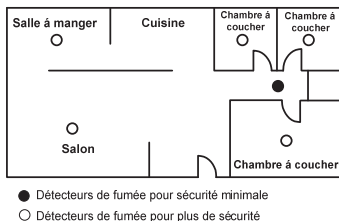

Figure 1 : Emplacements des détecteurs de fumée pour une résidence unique ayant seulement une chambre
- ◆ Installer un détecteur de fumée et de chaleur dans le couloir en dehors de chaque zone séparée de chambres, comme indiqué en figure 1. Deux détecteurs sont nécessaires dans les maisons disposant de deux zones de chambres, comme indiqué en figure 1.